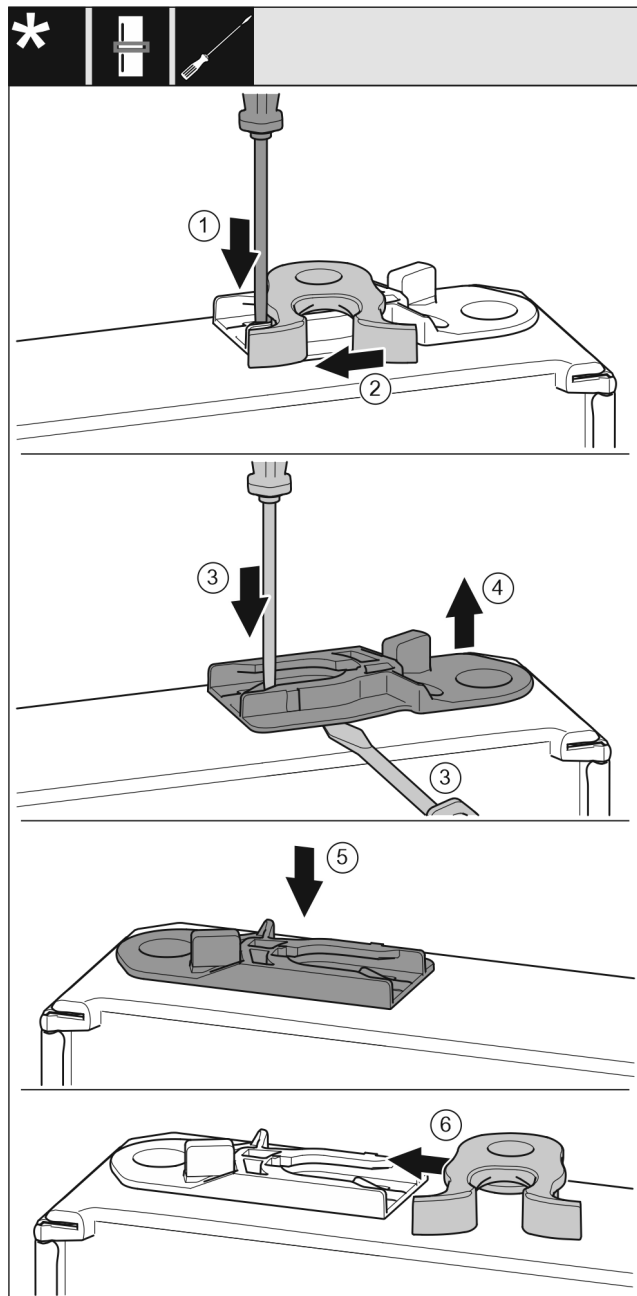

Fig. 18
- ▶ Plochým šroubovákem přitlačte lamelu dolů. Fig. 18 (1)
- ▶ Vytáhněte petlici z vedení. Fig. 18 (2)
- ▶ Vytáhněte vodící pouzdro: Stiskněte lamelu plochým šroubovákem a současně jím zajedte pod vodící pouzdro. Fig. 18 (3, 4)
- ▶ Vodící pouzdro, které je součástí rozsahu dodávky nasuňte na druhé straně skříně. Fig. 18 (5)
- ▶ Zasuňte petlici do vedení. Fig. 18 (6)